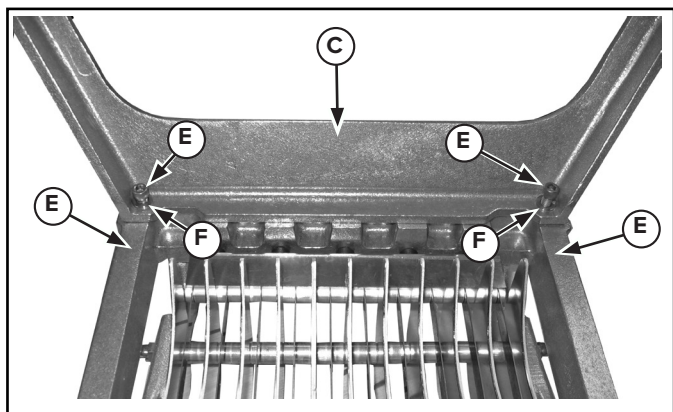

Figure 4. Montage des pieds sur le Lettuce King I.
- Fixez les pieds (C) au socle (D) à l'aide des vis (A) et des rondelles (B). Voir la figure 4.